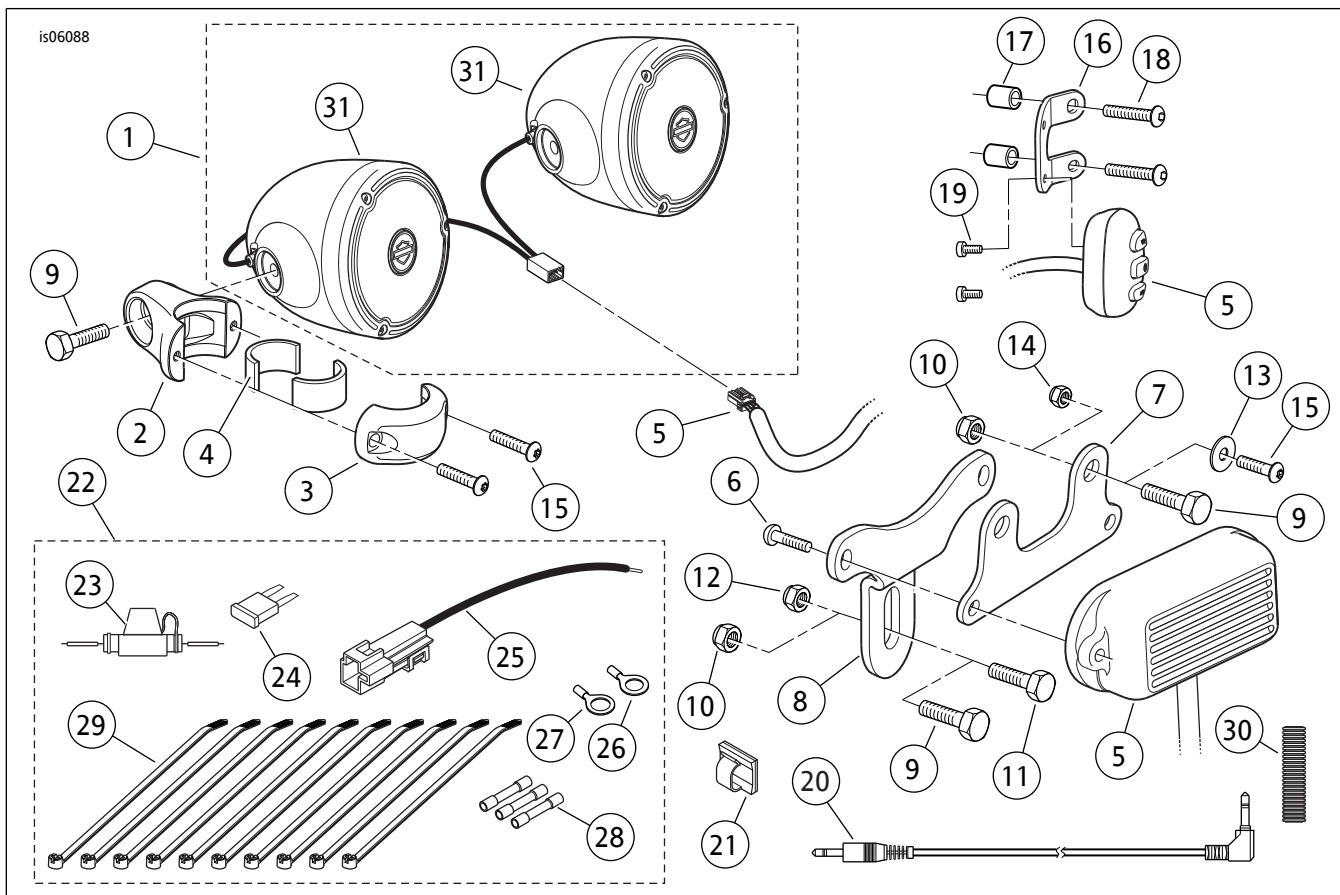

图5。维修零件：把手安装式扬声器和放大器套件
1. 参见图5。从套件中取出电气五金件组(22)。从五金件组中取出串联保险丝架座(23)和一个蓝色密封拼接连接器(28)。
13. 参见图5。可使用线缆扎带将来自手控制件的3.5毫米连接器固定至把手，或使用套件中的背胶夹(21)将其固定至上部三角轧头或罩上。如果使用夹：